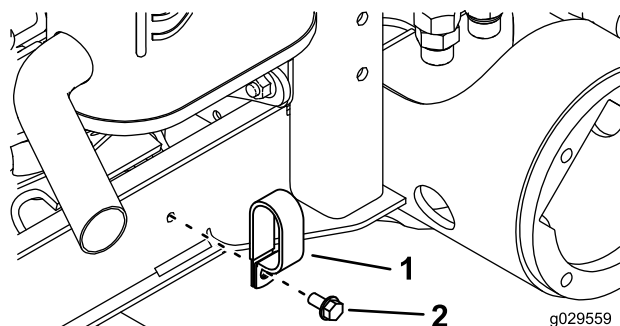

図 32
4. フレームの右側のチャンネル材にホースクランプを固定しているボルトとナットを取り外す 図 32。